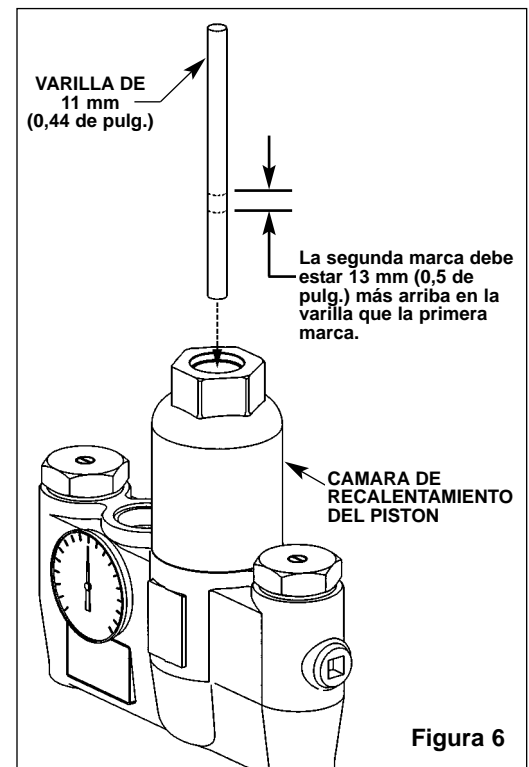

Figura 6
2. Inserte una varilla de 11 mm (0,44 de pulg.) de diámetro dentro de la válvula y dentro la cámara de recalentamiento del pistón. Marque la longitud de la varilla dentro de la válvula (vea Figura 6).
3. Empuje la varilla hasta cuando el pistón se detenga y marque la nueva longitud [la nueva longitud debe ser aproximadamente 13 mm (0,5 de pulg.) más larga que la longitud original] (vea Figura 6). Si la longitud no es la adecuada, el pistón no se está moviendo con libertad y necesita limpiarlo al igual que la camisa del pistón. Para limpiar el pistón y la camisa, siga los pasos a continuación: